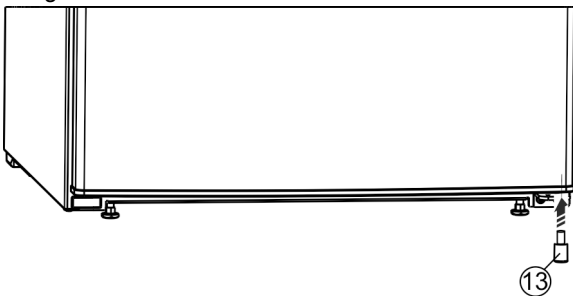

Fig. 8
- De afstandhouder Fig. 8 (13) weer rechtsonder in de deur terugplaatsen, omdat dit belangrijk is voor de stabiliteit van het apparaat.